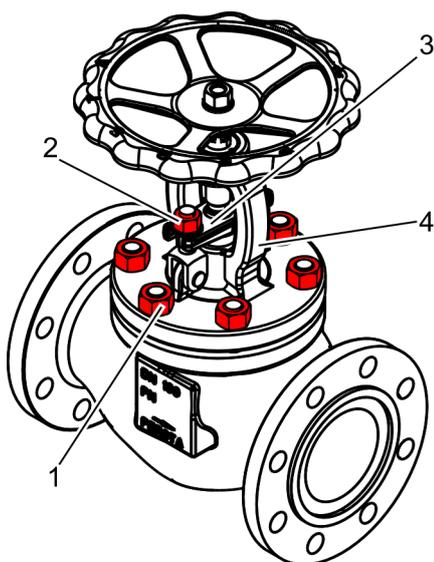

Fig. 35: Vissage des écrous
34. ▶ Visser sans serrer à fond les écrous (Fig. 35/1) sur les goujons filetés du carter.
Visser à fond en croix les écrous (Fig. 35/1) du chapeau en étrier (Fig. 35/4) selon les indications du fabricant.
Visser à fond les écrous (Fig. 35/2) sur le fouloir de presse-étoupe (Fig. 35/3) selon les indications du fabricant.